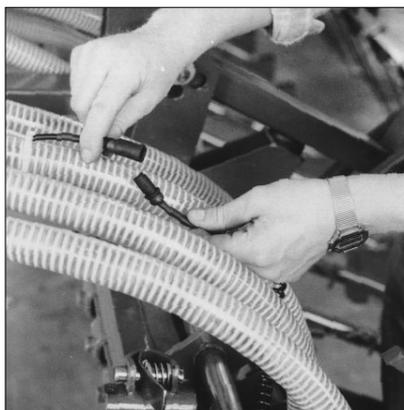

Рис. 21–6
- Закрепить конец спирального сенсорного провода у шланга-семяпровода при помощи полихлорвинилового хомута (рис. 21–6).